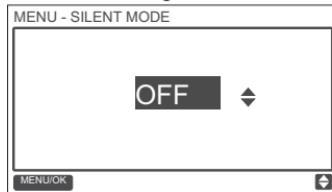

Fig. 66 - Ajuste del MODO SILENCIO
Pulse TEMP UP $\blacktriangle\circlearrowleft$ o TEMP DOWN $\blacktriangledown\circlearrowright$ para ajustar si el modo Silencio está activado (ON) o desactivado (OFF), como se muestra en la Fig. 66.